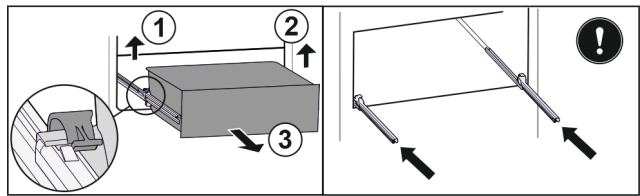

Fig. 142
- ▶ Linker klem optillen en gelijktijdig lade links naar voren trekken. Fig. 142 (1)
- ▶ Rechter klem optillen en gelijktijdig lade rechts naar voren trekken. Fig. 142 (2)
- ▶ Lade naar voren toe verwijderen. Fig. 142 (3)